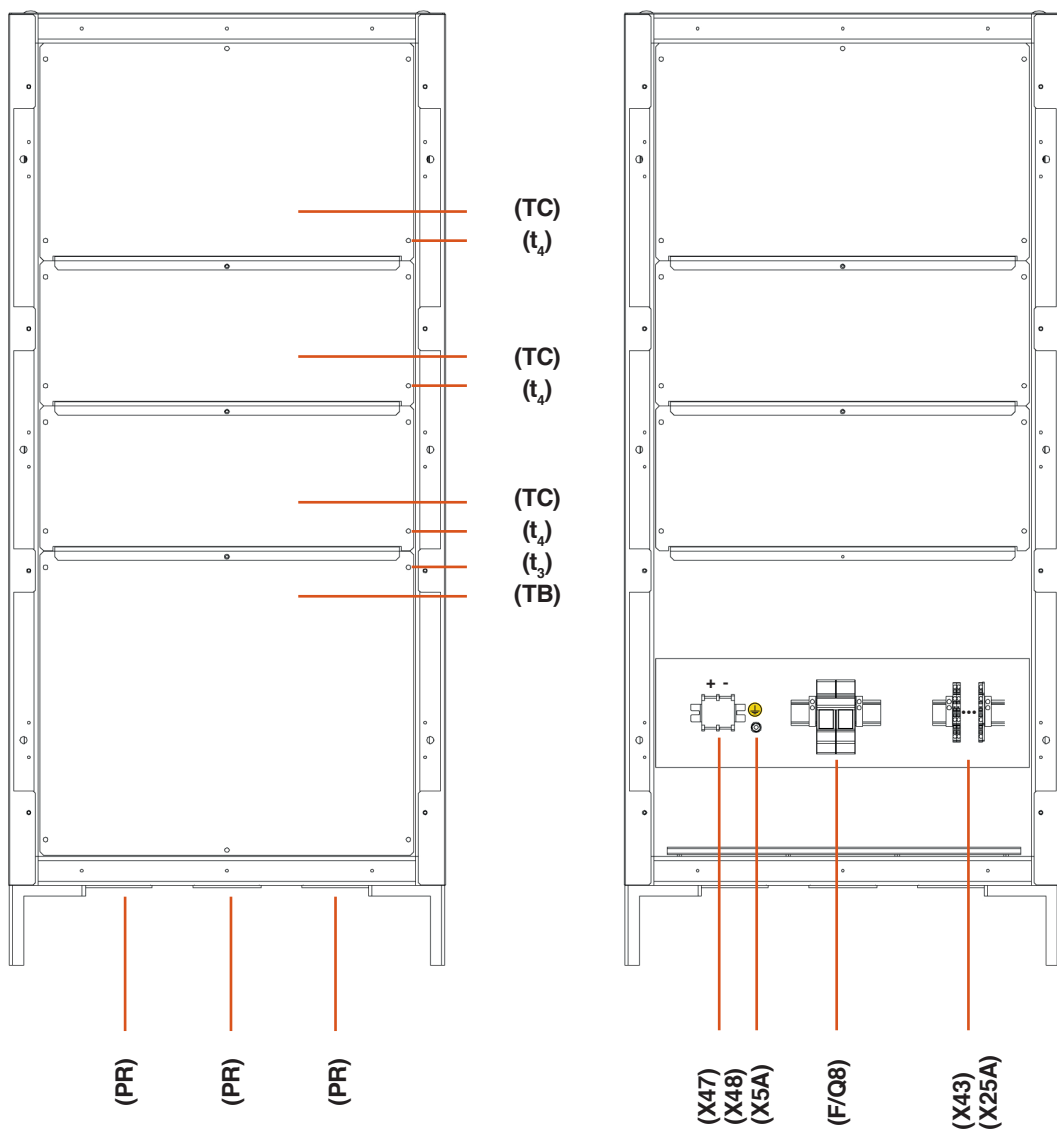

Fig. 9. Vista frontal armario de baterías de 605x605x1315 mm.
- Armario de baterías de 1210 mm de altura, con pies elevadores adicionales de 110 mm, por lo que la altura total quedará en 1320 mm. Disponible con base del armario en dimensiones de 600x600 y 600x800 mm (Ver Fig. 9 y 10).